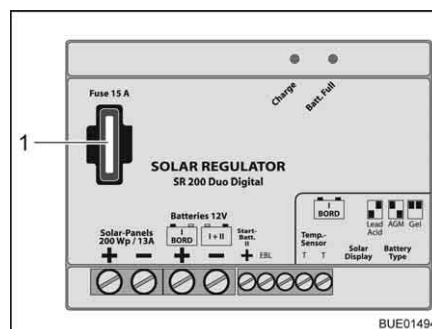

Bild 150 Säkring laddningsregulator för solpanel 140/200 W
- Byt flatsäkring 15 A/blå (Bild 150,1).